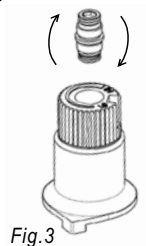

Fig. 3
- 17) Flip the screw (Fig. 3).